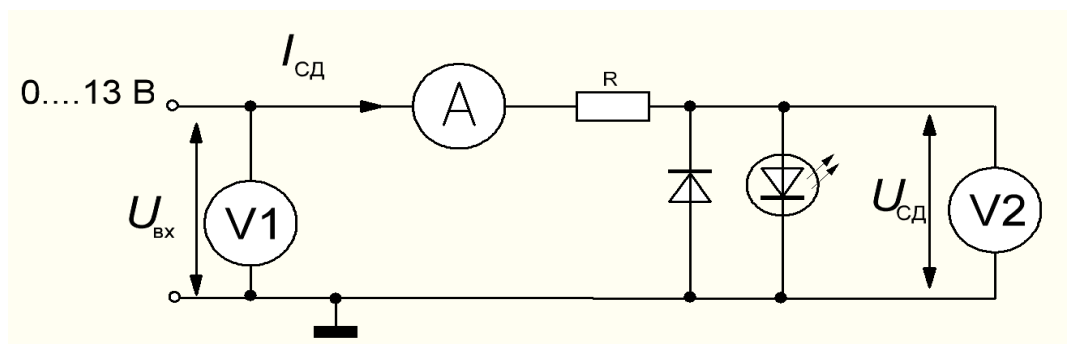

Рис. 3.10
- Соберите цепь согласно схеме (Рис. 3.10) и изменяйте входное напряжение последовательными шагами, как указано в таблице 3.4. Измерьте прямое напряжение  $U_{сд}$  и ток  $I_{сд}$  светодиода с помощью мультиметра и оцените визуально светоизлучение (отсутствует, слабое, среднее, сильное). Занесите данные в таблицу.